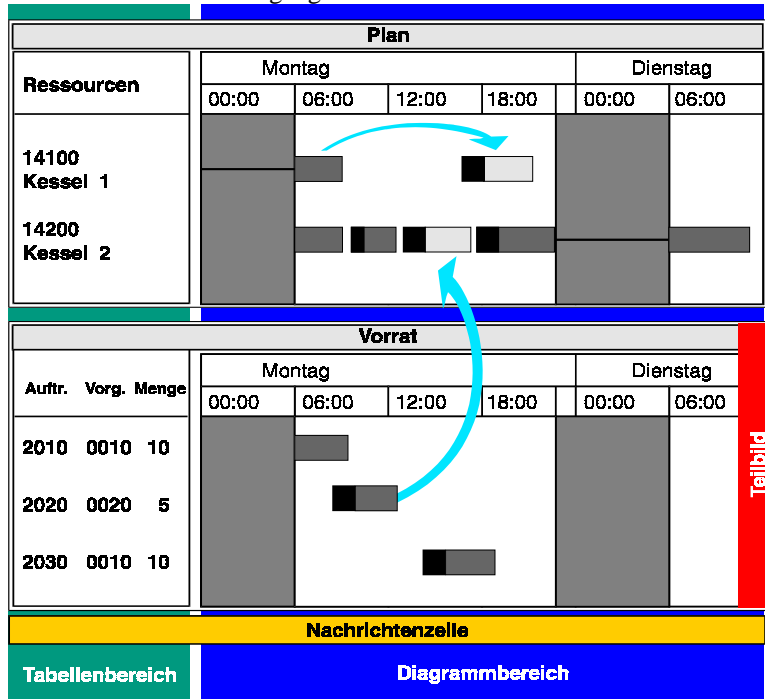

Abb. 7-6: Ein- Aus-, und Umplanen von Plan- und Prozeßaufträgen
- ❑ In der grafischen Plantafel kann durch Verschieben ('Drag & Drop') ein Kapazitätsbedarf (Balken) auf einer Ressource zum gewünschten Start- bzw. Endzeitpunkt eingeplant werden (siehe Abb. 7-6). Die Anwendung prüft dabei in jedem Fall die Verfügbarkeit der Kapazität über die gesamte Dauer des Bedarfs.